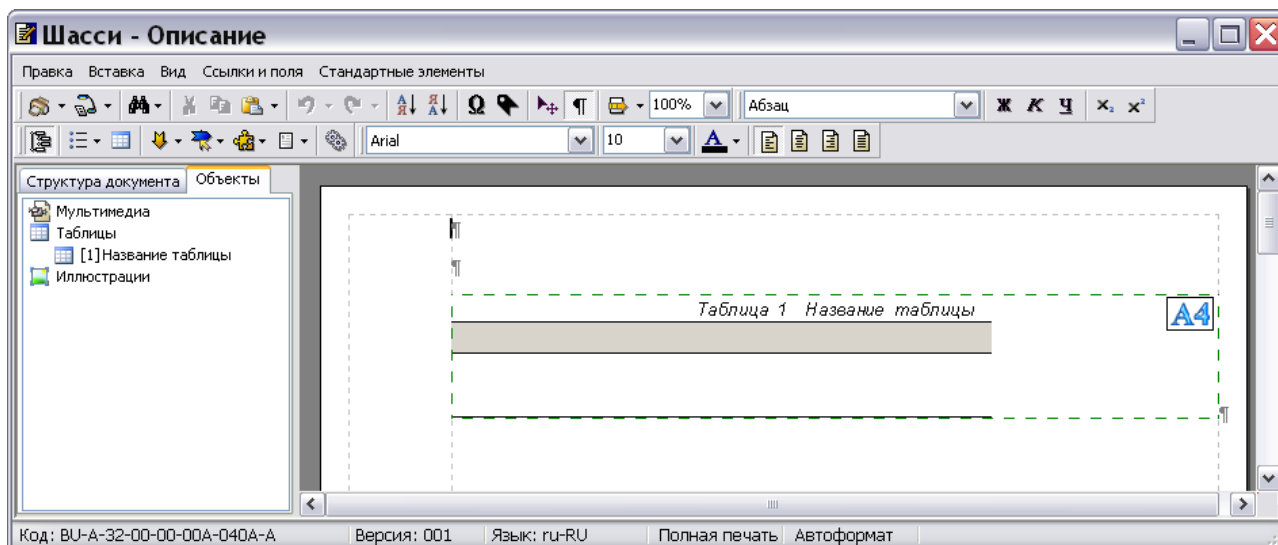

Рис. 5.92
- Для того чтобы преобразование произошло, выйдите из редактора модуля данных с сохранением изменений и войдите в него снова. Результат преобразования показан на Рис. 5.92. На вкладке **Объекты** появилось название формальной таблицы.